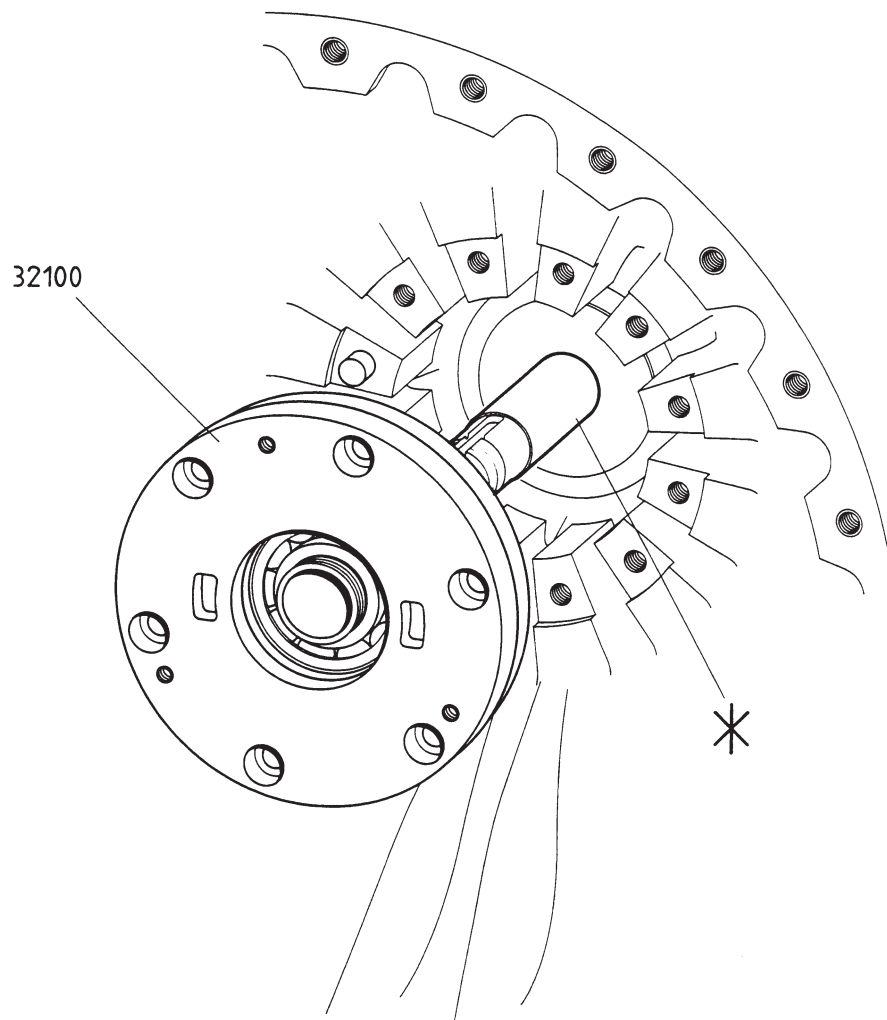

Fig. 5-9
Lager (32100) nur als gesamte Einheit auswechseln (s. Fig. 5-9).
- gegen Festfressen mit MOLYKOTE D oder DX (weiss) einreiben (s. Fig. 5-9*)
Replace the bearing (32100) only as a complete unit (see fig. 5-9).
- coated with MOLYKOTE D or DX (white) to prevent seizing (see fig. 5-9*)